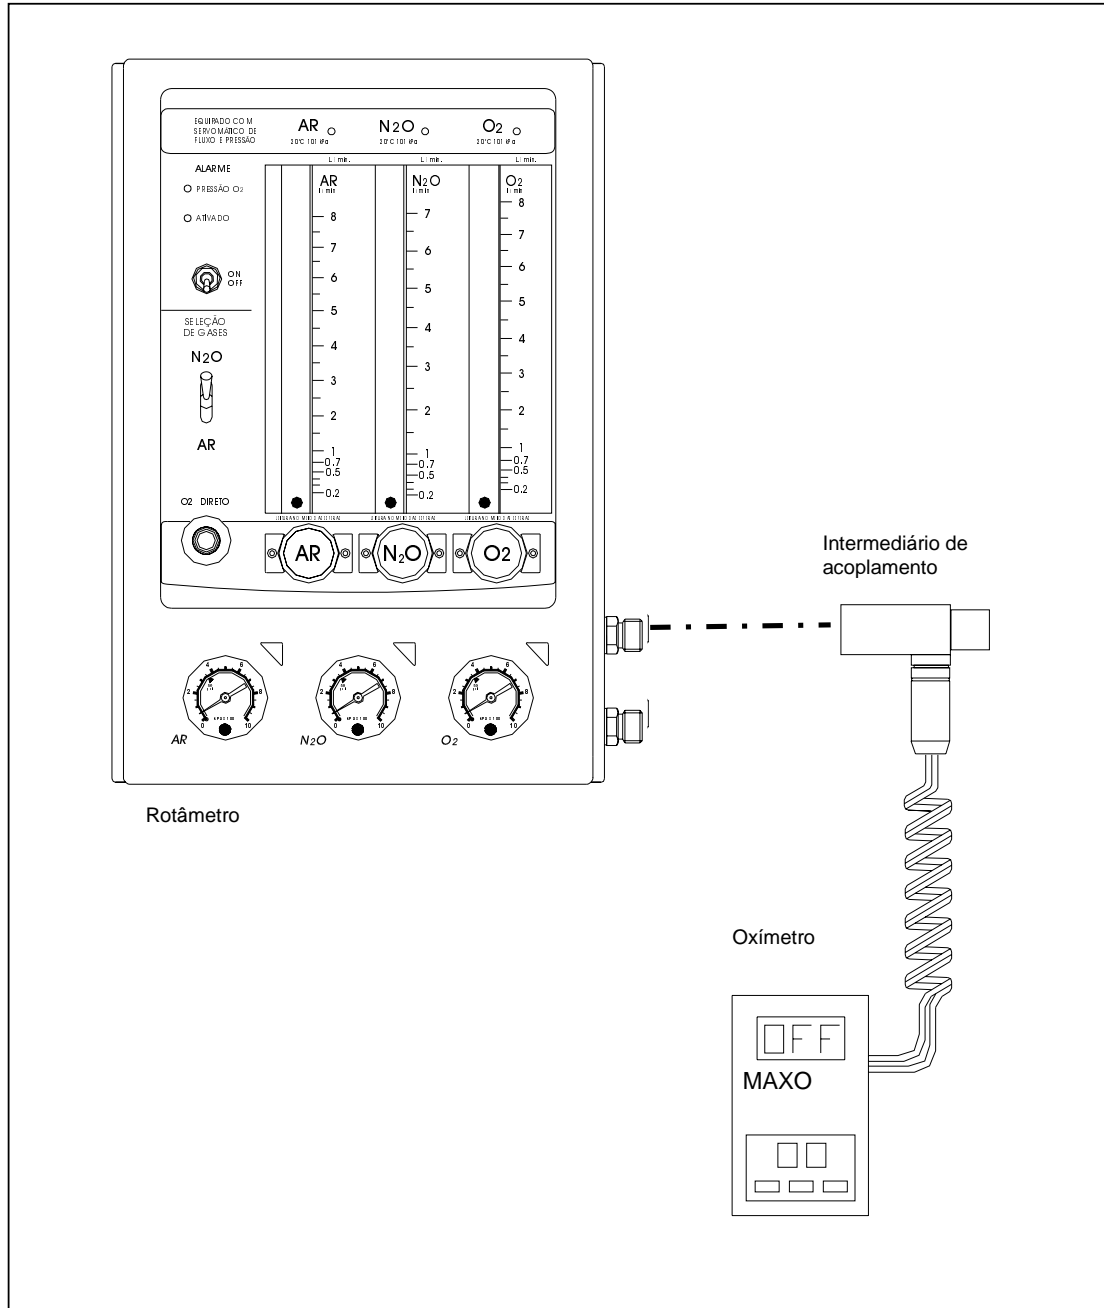

Figura 5.9: Esquema para verificação da concentração
1. Seguindo o esquema da Figura 5.9, conectar o Oxímetro na saída para o vaporizador do rotômetro;